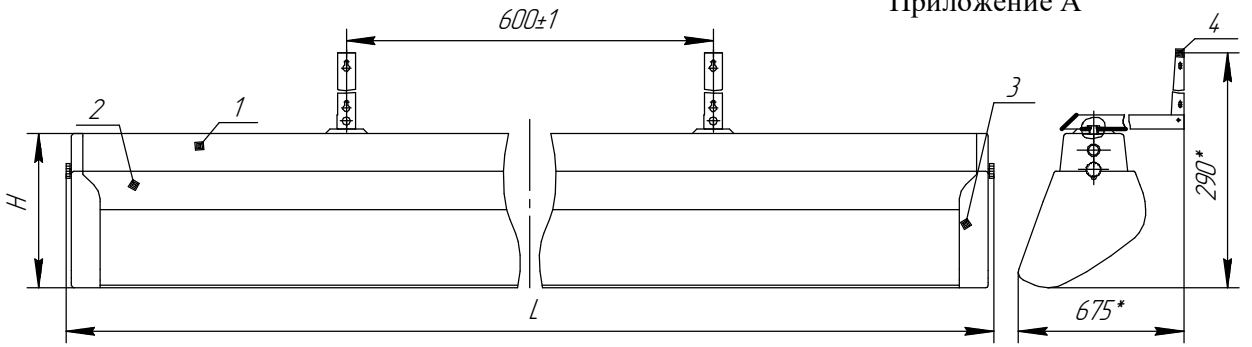

Рисунок 1. 1 Корпус в сборе; 2.Отражатель;
4.1 Светильник состоит из корпуса в сборе поз. 1, в котором размещена электросхема , отражателя поз. 2, двух крышек поз. 3, двух узлов подвеса поз. 4 рис. 1.